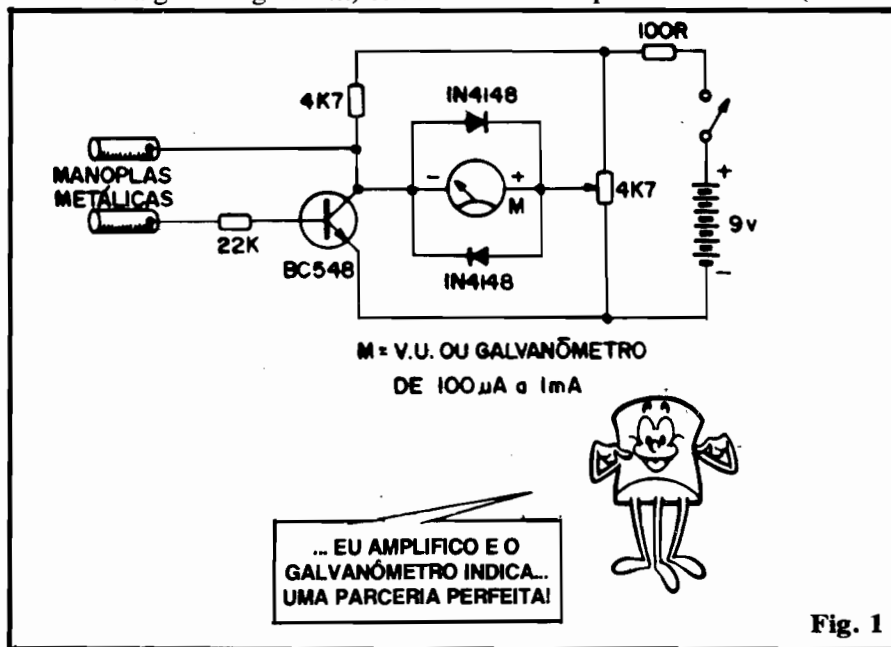

Fig. 1
- FIG. 1 - O "esqueminha" do circuito (não poderia ser **mais** simples...). Notem que (e detalhes sobre isso serão visto no finalzinho, sob o título "O CIRCUITO - COMO FUNCIONA"... ) embora o centro "visual" - em todos os sentidos - do circuito, pareça estar no medidor (galvanômetro, estudado na presente "Aula"), na verdade o principal componente é o único transistor - BC548 - que realiza os reais trabalhos no arranjo... No fundo, o circuito do DETETOR DE MENTIRAS não passa de um sensibíllissimo ohmímetro, já pré-calibrado para medir **pequenas variações em grandes Resistências**, indicando nitidamente e imediatamente essas variações através do deslocamento proporcional do ponteiro do instrumento! As "pontas de prova", no caso, são substituídas por duas manoplas metálicas (podem ser simples pedaços de cano, em ferro, aço, cobre, etc.) que deverão ser seguras pelo "paciente", uma em cada mão. Liga-se o aparelho e calibra-se (através do potenciômetro...) uma indicação de "zero", para a condição básica de "repouso" (explicaremos mais à frente, a possibilidade de uso de praticamente qualquer pequeno galvanômetro, mesmo V.U.s baratos, ou instrumentos de "zero central"). Em seguida devem ser feitas à pessoa que segura as manoplas, uma série de perguntas, "embutindo" nessa inquirição as